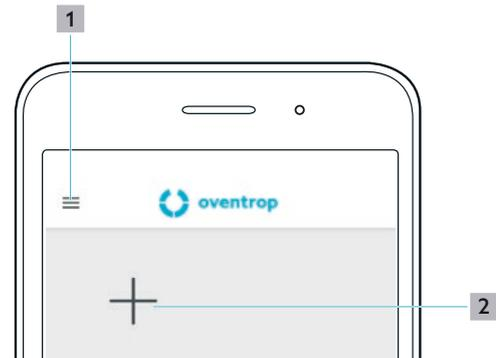

Abb. 12: ClimaCon F App Startbildschirm
- ▶ Nachdem der Raumthermostat entfernt wurde, wechselt die App in den Startbildschirm (Abb. 12 auf Seite 16).